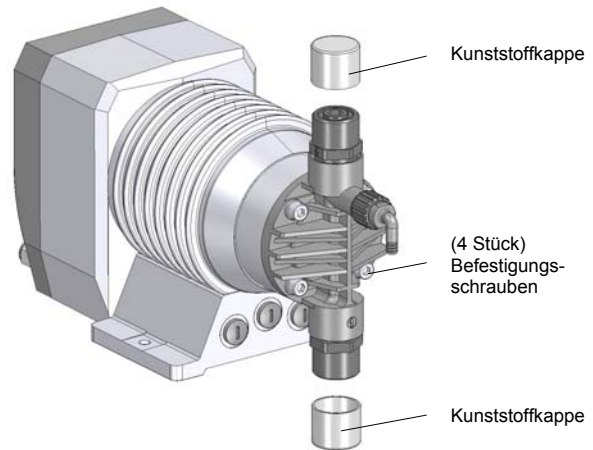

Abb. 15 Magnet-Membranpumpe mit Kunststoffkappen
- Vor Anschluss der Leitungen die Kunststoffkappen am Saug- und Druckstutzen der Pumpe entfernen (siehe Abb.15).